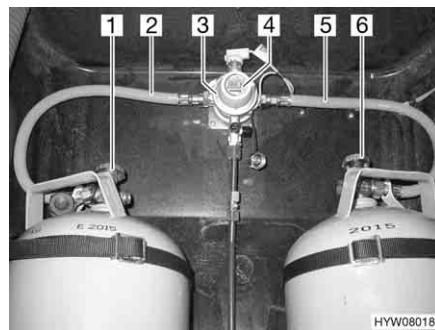
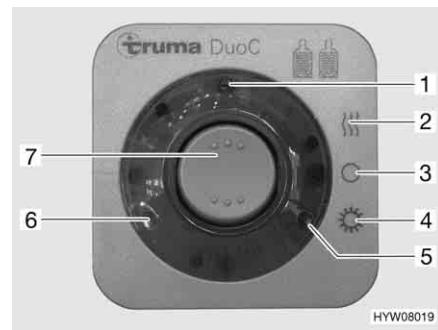

Fig. 104 Impianto di commutazione DuoControl
Fig. 105 Centralina di controllo
L'impianto di commutazione DuoControl è costituito da una valvola di commutazione (Fig. 104,3) e da una centralina di controllo (Fig. 105). La valvola di commutazione è installata tra i tubi del gas (Fig. 104,2 e 5). Con la manopola (Fig. 104,4) sulla valvola di commutazione è possibile stabilire, quale delle bombole del gas viene utilizzata come bombola in uso e quale bombola del gas viene utilizzata come bombola di riserva.
Sulla centralina di controllo (Fig. 105) possono venire azionate solo le funzioni elettriche. Le valvole principali di arresto delle bombole del gas (Fig. 104,1 e 6) devono essere aperti manualmente.
La valvola di commutazione garantisce una pressione del gas costante, indipendentemente da quale bombola provenga l'alimentazione del gas. Le due spie di controllo sulla centralina di controllo indicano il livello di riempimento della bombola in uso. Se è accesa la spia di controllo verde (Fig. 105,6), la bombola in uso è piena. Se è accesa la spia di controllo rossa (Fig. 105,5), la bombola in uso è vuota. Il rifornimento di gas avviene poi tramite la bombola di riserva.
- Aprire le valvole principali di arresto delle bombole del gas (Fig. 104,1 e 6).
- Con la manopola (Fig. 104,4) sulla valvola di commutazione (Fig. 104,3) selezionare la bombola del gas, da cui proviene la principale alimentazione del gas (bombola in uso). Girare la manopola fino all'arresto.
- Sulla centralina di controllo (Fig. 105) attivare l'impianto di commutazione DuoControl. Posizionare l'interruttore a bilico (Fig. 105,7) su funzionamento invernale "On e riscaldamento" (Fig. 105,2) oppure su funzionamento estivo "On" (Fig. 105,4). La valvola di commutazione è ora disareata. La spia di controllo gialla (Fig. 105,1) è accesa, se si seleziona la modalità di funzionamento invernale e l'impianto antighiaccio con regolatore è attivato.
- Portare l'interruttore a bilico (Fig. 105,7) in posizione "O" (Fig. 105,3). La spia gialla di controllo (Fig. 105,1) si spegne.
- Chiudere le valvole principali di arresto delle bombole del gas (Fig. 104,1 e 6).
Le spie di controllo sulla centralina di controllo (Fig. 105,5 e 6) segnalano all'interno del veicolo, se la bombola in uso è pronta al funzionamento.
Se la spia di controllo verde (Fig. 105,6) si spegne durante il funzionamento e la spia di controllo rossa (Fig. 105,5) si accende, significa che la bombola del gas selezionata come bombola in uso è vuota e deve essere sostituita. La bombola di riserva continua ad alimentare le utenze a gas.